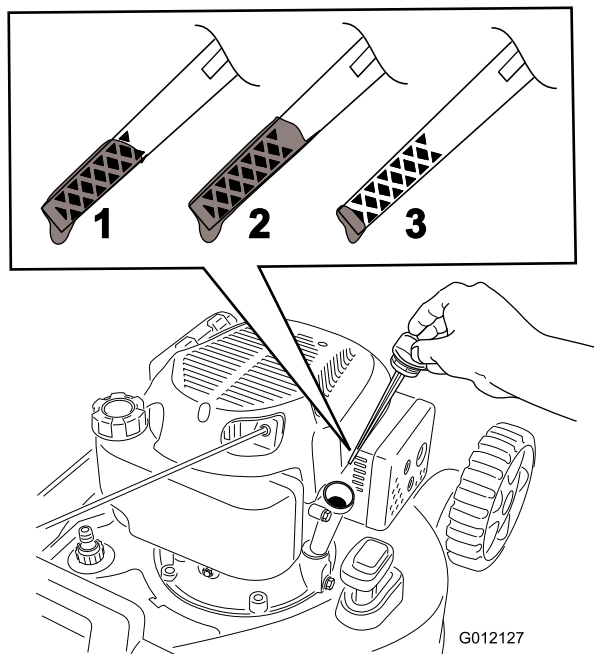

Figura 12
2. Girate il tappo in senso antiorario ed estraete l'asta di livello (Figura 12).
5. Controllate il livello dell'olio sull'asta (Figura 12).
- Se il livello di olio dell'asta è troppo basso (Figura 12), versate con cura una piccola quantità di olio detergente SAE 30 o SAE 10W-30 nel tubo di riempimento dell'olio, attendete 3 minuti e ripetete gli step da 3 a 5 finché il livello dell'olio sull'asta non risulta corretto.
- Se il livello dell'olio sull'asta è troppo alto (Figura 12), drenate l'olio in eccesso finché il livello dell'olio sull'asta non risulta corretto; fate riferimento a Cambio dell'olio motore (pagina 16).